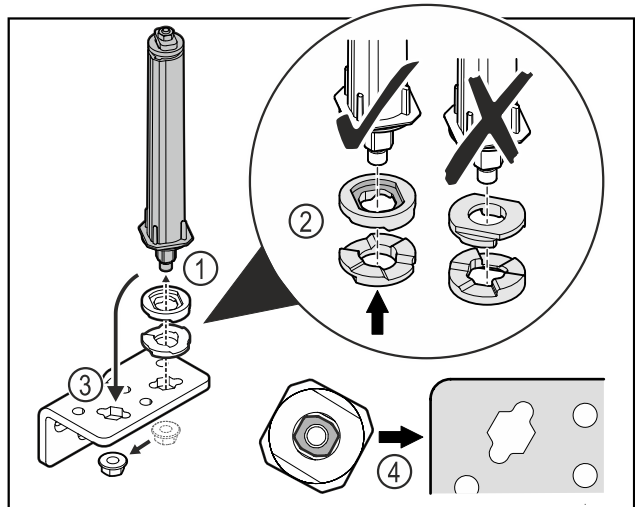

Fig. 33
- ▶ Oldja ki az anyát, és távolítsa el az ajtózáro rendszert Fig. 33 (1).
- ▶ Ügyeljen a magasságállító alátétek helyes beigazítására Fig. 33 (2).
- ▶ Helyezze át az ajtózáro rendszert a zsanéridombban, és rögzítse az anyával Fig. 33 (3).
- ▶ Behelyezéskor ügyeljen az ajtózáro rendszer helyes beigazítására Fig. 33 (4).